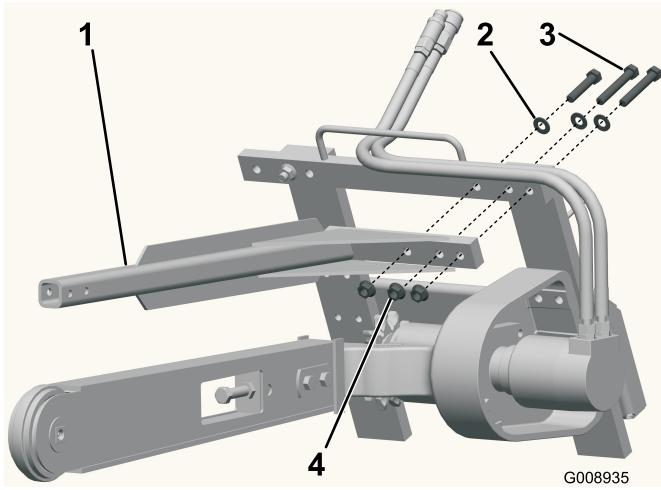

Figure 4
1. Retirez les 3 boulons, rondelles et écrous à embase situés sur l'angle supérieur gauche du bâti de la tronçonneuse (Figure 4).
2. À l'aide des fixations enlevées précédemment, montez la barre de sécurité de la tronçonneuse comme illustré à la Figure 4.